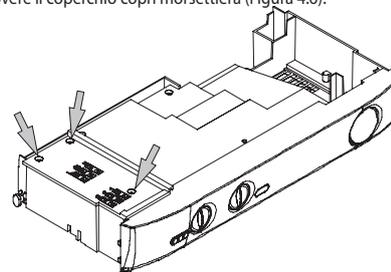

Figura 4.6
- Svitare le viti e rimuovere il coperchio copri morsetteria (Figura 4.6).